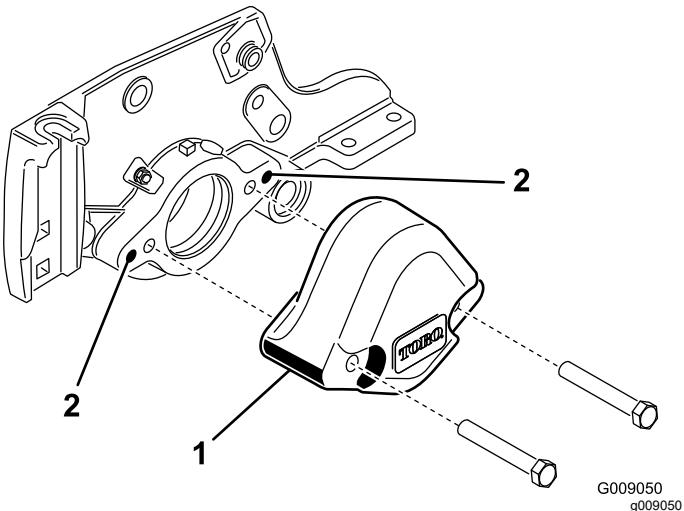

Figura 4
- Togliete i 2 bulloni che fissano il contrappeso all'estremità sinistra dell'apparato di taglio. Togliete il contrappeso (Figura 4).
- Usate la punta da 3/8-16 per rimuovere la vernice dai fori di fissaggio esterni sulla piastra laterale (Figura 4).